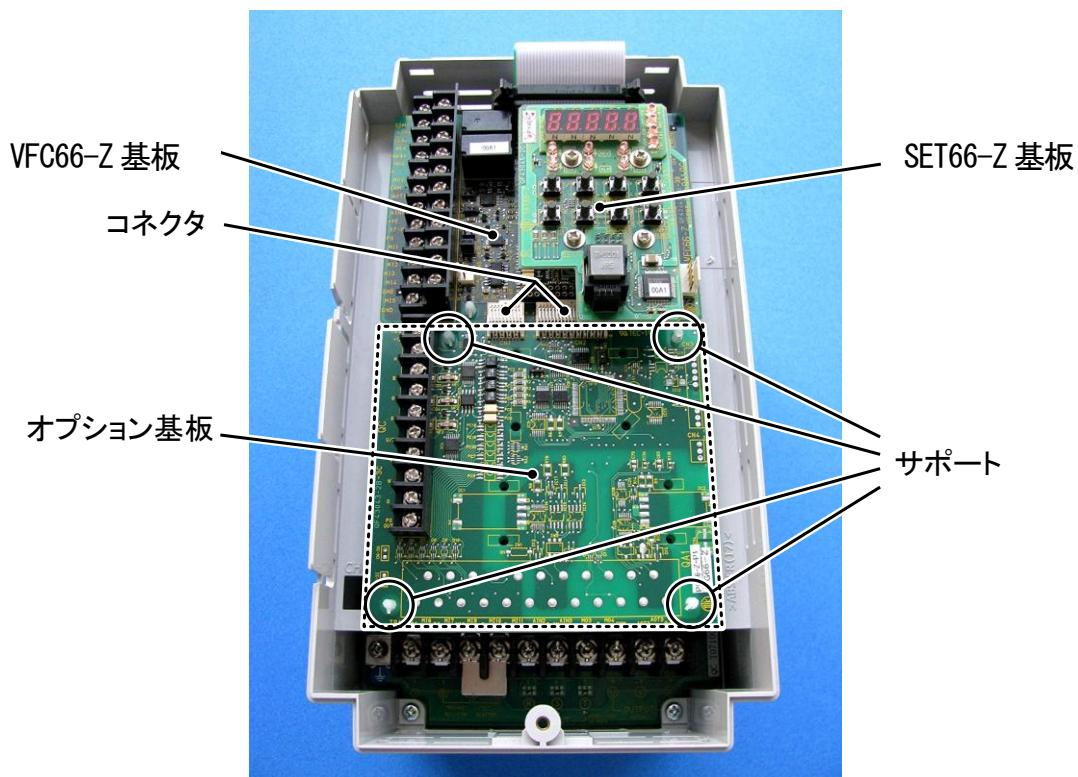

図 5.1 表面カバーを開けた状態(VF66B-2R222)
④図 5.1 に丸印で示した 4箇所に、オプション基板をユニット筐体に固定するサポートがありますので、図 5.4 に示した爪部分をサポート内部に押し込むようにして、オプション基板を取り外してください。
⑥取り外したオプション基板の 4 つの穴と図 5.1 に丸印で示したサポートの位置を合わせ、図 5.4 に示すようにサポートの爪部分が基板上部に引っ掛かるまで基板を押し込んでください。